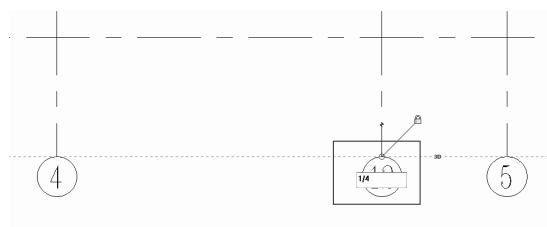
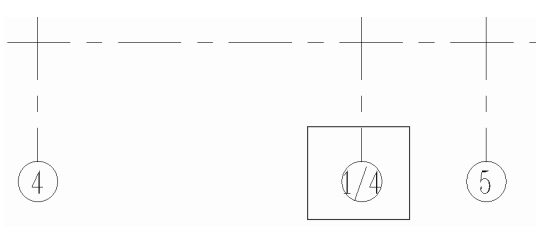

图 1.3.19 更改轴线名称
图 1.3.20 附加轴线
(15) 更改轴线名称。双击已经绘制好的附加轴线轴头，在在位编辑框中输入 1/4 轴，如图 1.3.19 所示。单击屏幕空白处，完成操作，出现 1/4 轴的附加轴线，如图 1.3.20 所示。